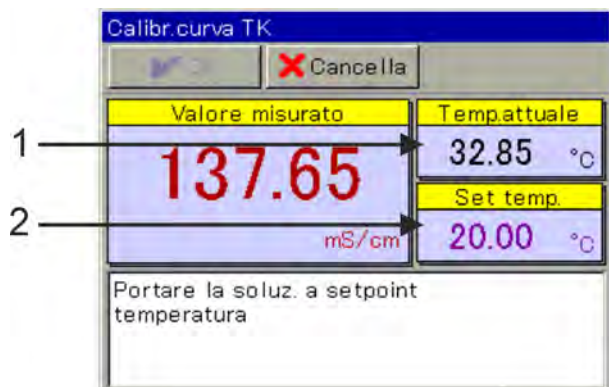

Fig. 73: Calibrazione della curva TK
3. ▶ Portare la temperatura della soluzione di misurazione in successione ai valori nominali richiesti. Vengono richiamate sei temperature. (Vedi Fig. 73 .)